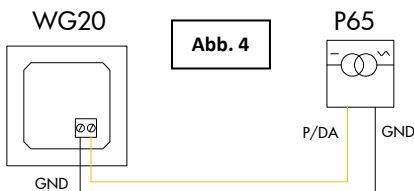

Abb. 4
- Die elektrischen Anschlüsse des **WG20**, gemäss Vorgabe anschliessen [Abb. 4].